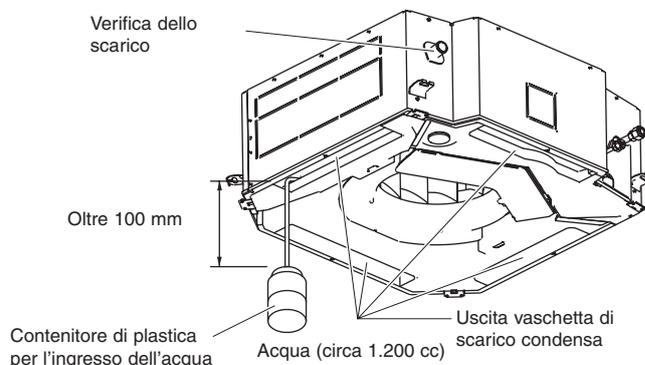

Fig. 3-12
- (1) Collegare l'alimentazione alla morsetti di potenza (morsetti R ed S) all'interno della scatola dei componenti elettrici.
- (2) Versare circa 1.200 cc. d'acqua nella vaschetta di scarico condensa per verificare il drenaggio. (Fig. 3-12).
- (3) Cortocircuitare il piedino di controllo (CHK) della scheda di controllo interna e azionare la pompa di scarico. Verificare il flusso dell'acqua attraverso il tubo di scarico trasparente e controllare che non vi siano perdite.
- (4) Quando la verifica dello scarico è completa, aprire il piedino di controllo (CHK) e rimontare la copertura del tubo.